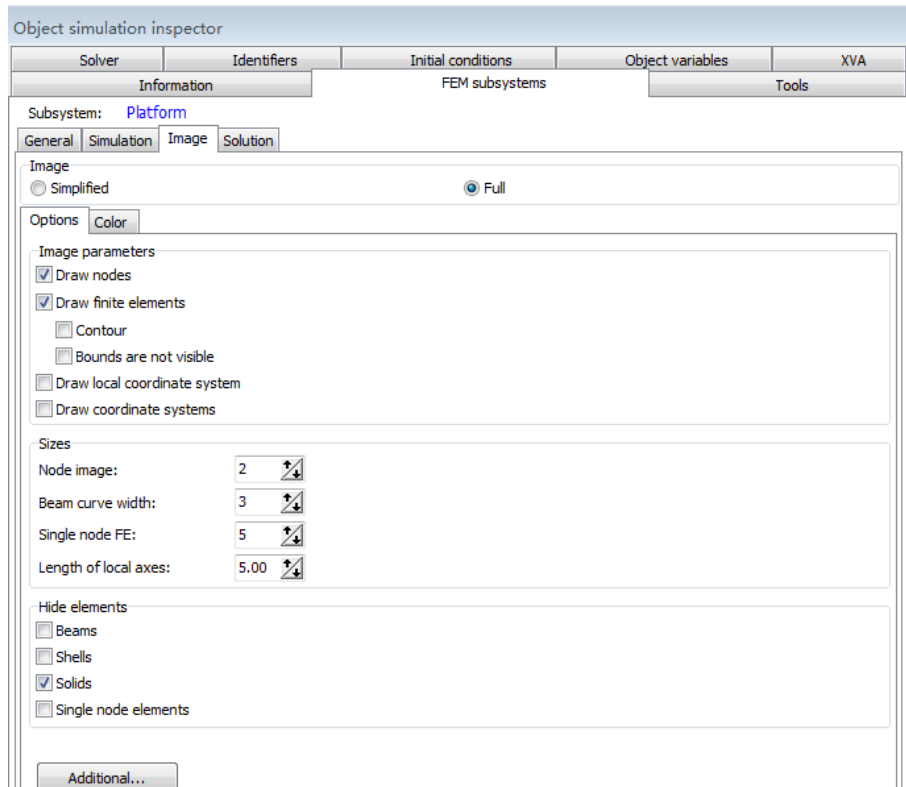

图 2.36
3. 打开仿真控制界面，在**FEM subsystems | Image**页面，设置**Image**显示模式为**Full**，并勾选**Image | Draw nodes**选项，并设置**Sizes**框的**Node image**尺寸为一个非零的数值，这样在动画窗口就能显示柔性平台所有的单元和节点，如图 2.36所示。